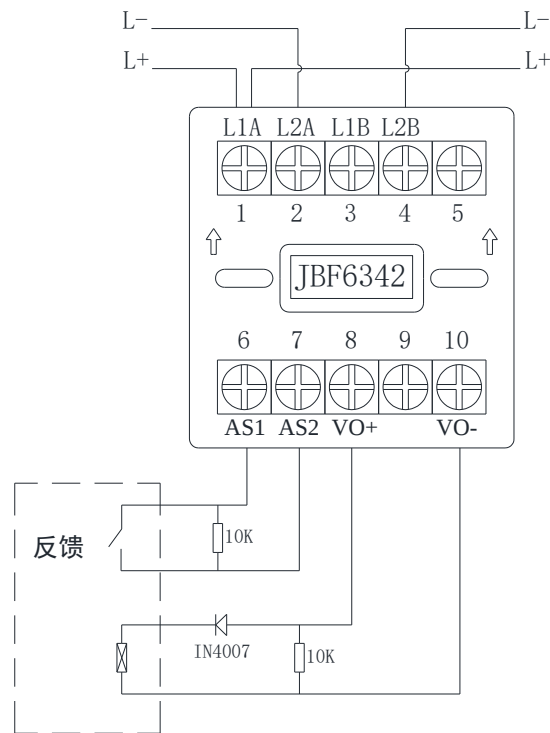

图 3 接线示意图
- ◆ 连接在 AS1 和 AS2 上的监视设备的动合端必须并联 10K Ω 终端电阻。见图 3。
- ◆ VO+（端子 8）、VO-（端子 10）：接被控设备。模块启动后 VO+（端子 8）和 VO-（端子 10）可以脉冲输出或持续输出。见图 3。